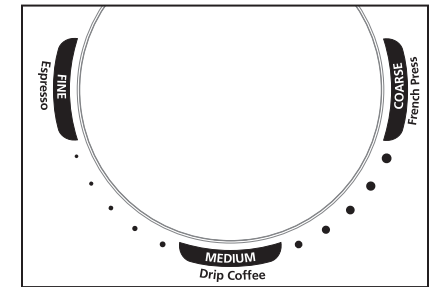

Figura 2
2. Ajuste el tamaño de grano rotando la tolva en dirección contraria a las manecillas del reloj y alineando el indicador en la tolva con el tamaño de grano deseado (Figura 2)